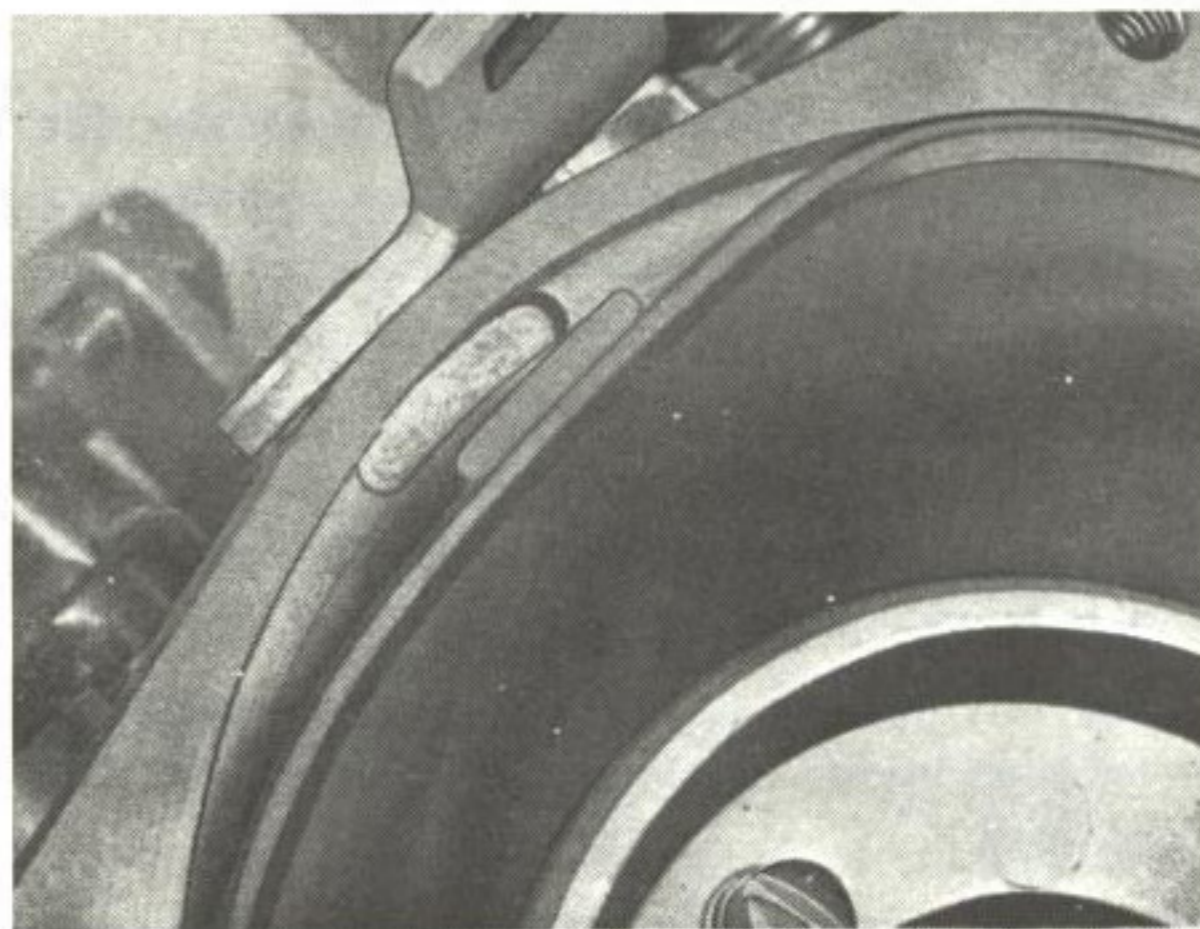

Bild 104. Membran i förgasarhus
4. För ner vakuumpolven och passa in gummiklacken enligt bild 104. Montera fjädern och locket. Fyll på dämpolja.